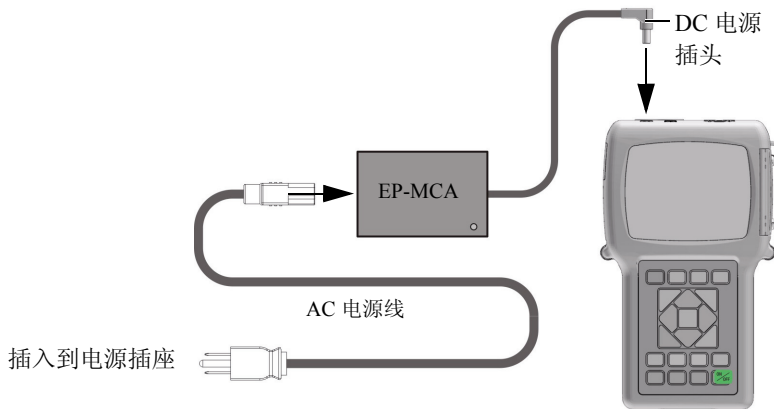

图 2-2 连接充电器 / 适配器
1. 将 AC 电源线的一端连接到充电器 / 适配器（工件编号：EP-MCA [U8767042]），将另一端连接到适当的电源插座（参见第 26 页的图 2-2）。